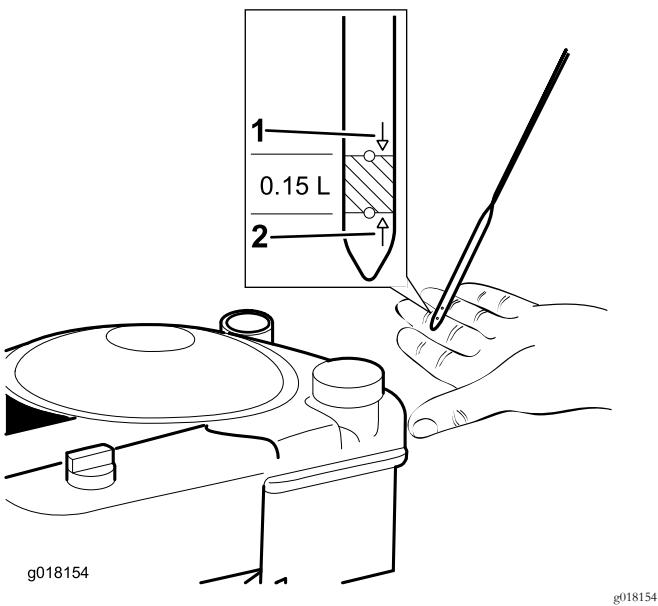

Figura 17
2. Retire a vareta e limpe-a com um pano limpo (Figura 17).
4. **Lentamente** deite óleo no tubo de enchimento do óleo, aguarde 3 minutos, verifique o nível do óleo do motor na vareta ao limpar a vareta e, depois, introduza totalmente no tubo (Figura 17).
na Figura 17. Se encher demais o motor com óleo, retire o óleo em excesso.